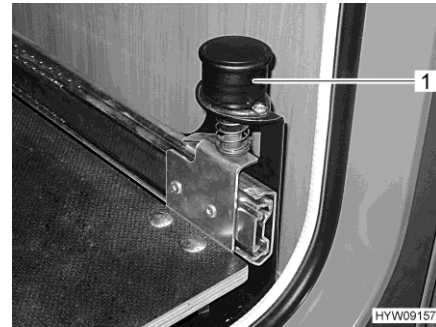

Fig. 84 Pomo con bloqueo
- Tirar el pomo (Fig. 84,1) hacia arriba. El dispositivo de extracción de caja para bombonas de gas está desbloqueado.